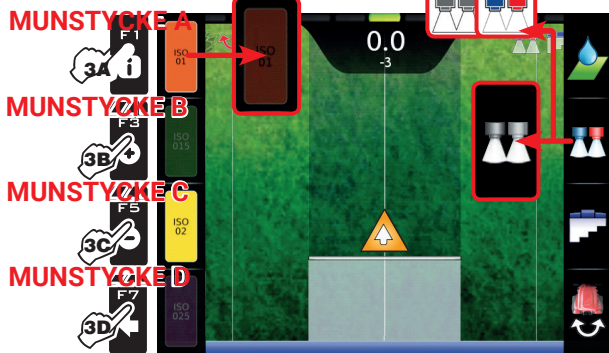

Fig. 261
- 3 Tryck på knappen vid sidan av munstycket (Fig. 261) för att aktivera eller avaktivera det korresponderande munstycket.
Antalet munstycken, visade i Fig. 261, kommer att variera i enlighet med inställningarna av sprutpunkterna (par. 5.1.1).